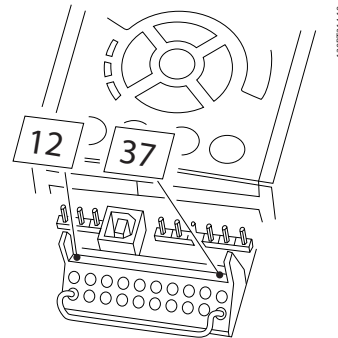

Рисунок 2.1 Перемычка между клеммой 37 и напряжением 24 В пост. тока
1. Перемычку между клеммой 37 и напряжением 24 В пост. тока следует удалить. Разрезать или разорвать перемычку недостаточно. Удалите ее полностью, чтобы исключить короткое замыкание. См. перемычку на *Рисунок 2.1*.